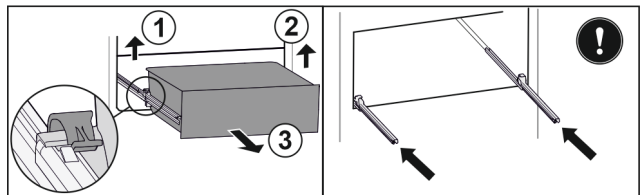

Fig. 214
- Підняти лівий затискач і одночасно висувний ящик ліворуч потягнути вперед. Fig. 214 (1)
- Підняти правий затискач і одночасно висувний ящик праворуч потягнути вперед. Fig. 214 (2)
- Вийняти висувний ящик рухом вперед. Fig. 214 (3)